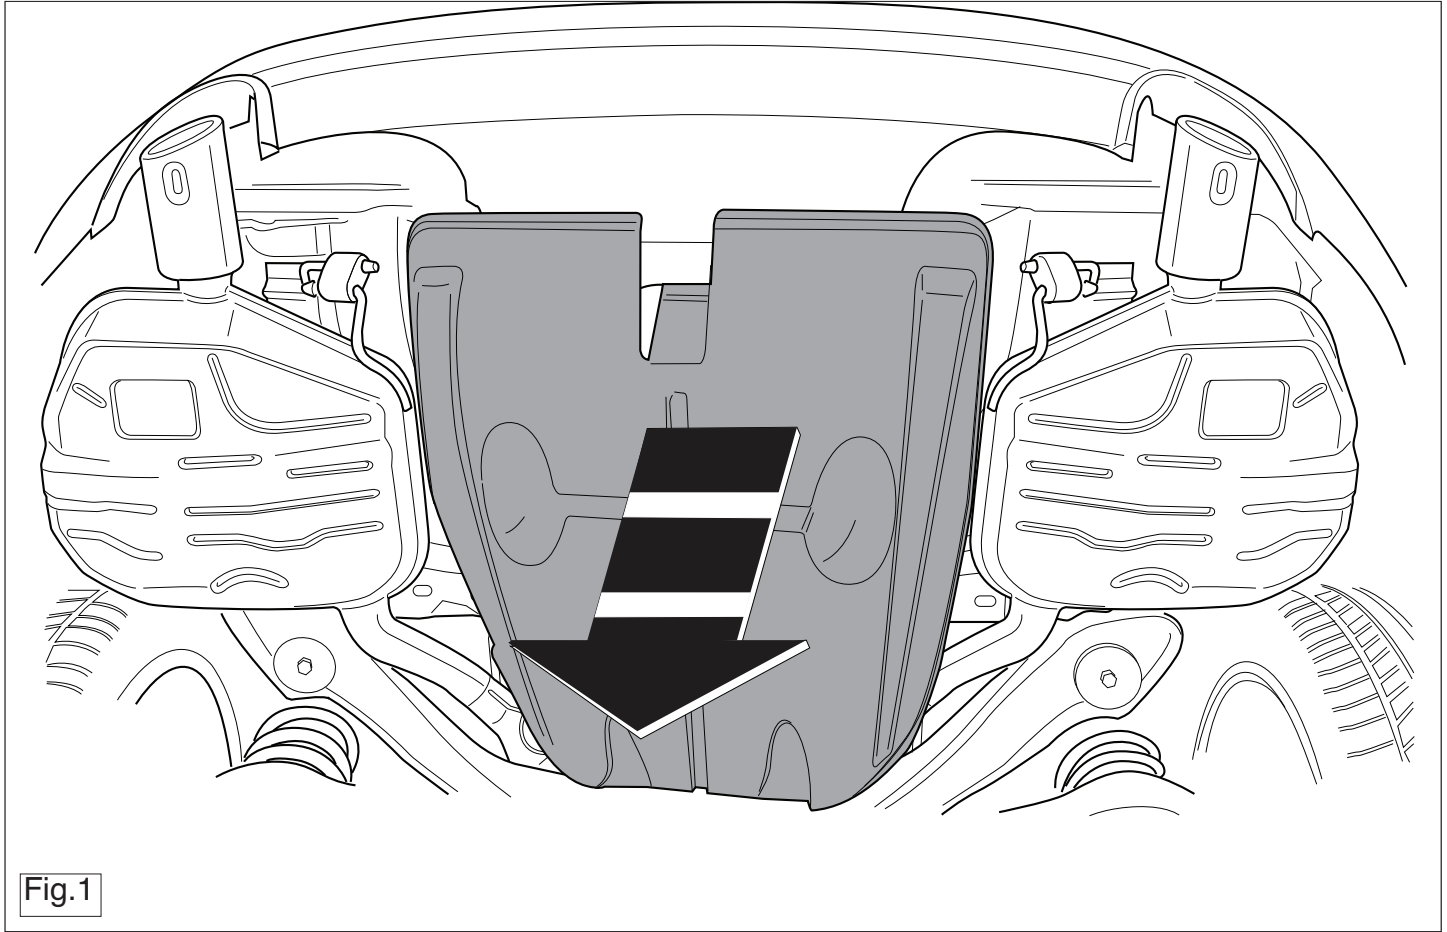

Fig.1
1. Снять, если имеются, пластмассовую закрывающую пластину снизу в середине. См. рисунок1..